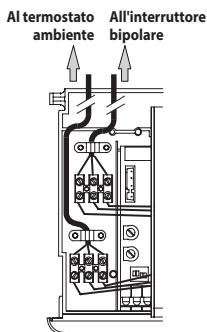

Figura 4.13
Il percorso del cavo o dei fili di alimentazione elettrica della caldaia devono seguire il percorso indicato ed essere bloccati come in Figura 4.13.
Il percorso del cavo o dei fili di alimentazione elettrica del termostato ambiente o delle valvole di zona devono seguire il percorso indicato ed essere bloccati come in Figura 4.13.
• Per settare il tempo di frequenza di riaccensione le spie di segnalazione 1 in Figura 3.1 devono essere visualizzate come in Figura 4.13 (legenda spie a pag. 1).